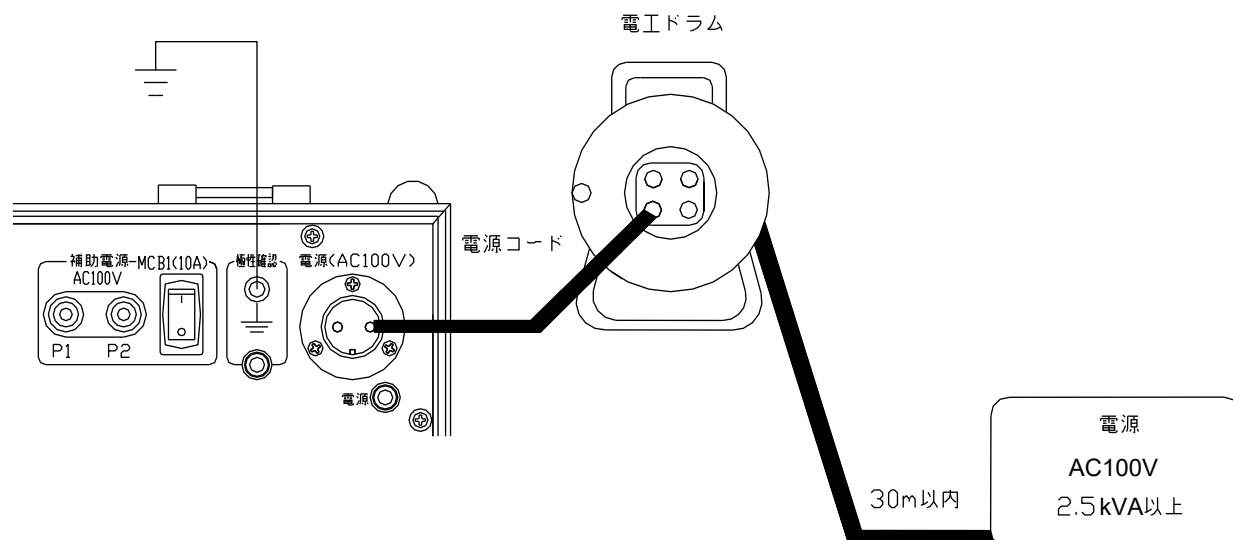

図1：電源の供給方法
1. 試験装置の電源を準備します。商用電源又は、発電機（2.5kVA以上）でコードリールは、30m以内にし、ドラム内に巻き残しのないようにすべて引き出して下さい。（図1）コードリール等を多く使用すると、電源のインピーダンスが高くなるため大きな電流が出力できない場合があります。又、AUTOモードの場合は、設定電流が出力できなくなります。